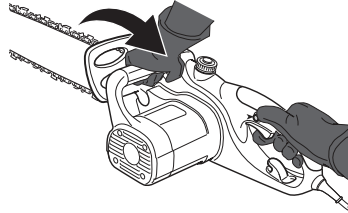

Fig. 18
- > Prenez la poignée avant [1] avec la main gauche, en l'entourant bien entre le pouce et les doigts. Prenez la poignée arrière [12] avec la main droite en l'entourant bien entre le pouce et les doigts (Fig. 18).